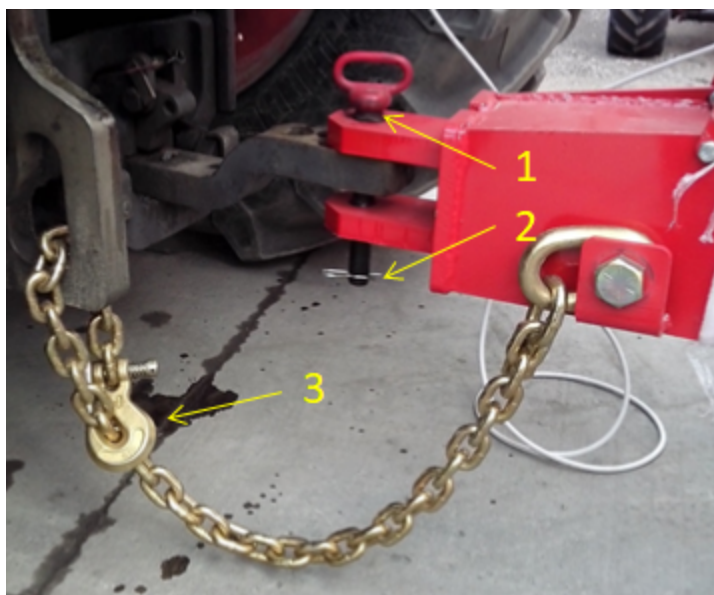

Figure 6 — Attelage au tracteur
3. Insérez la tige de blocage (Figure 6, no 1) et bloquez-la avec une goupille (Figure 6, no 2).
4. Fixez la chaîne de sécurité (Figure 6, no 3) entre la remorque et le tracteur en utilisant les points d'ancrage prévus à cet effet.
5. Retirez la goupille de la tige de blocage et la tige de blocage, et retirez la chaîne de sécurité (Figure 6).